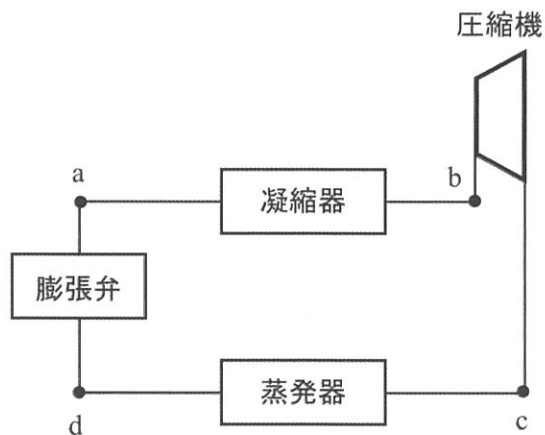

図 1-1
I. 図 1-1 に示すような膨張弁以外では損失がない理想的な蒸気圧縮式冷凍サイクルについて考える. 図中のサイクル内の各位置 a , b , c , d の作動流体の熱力学的状態はそれぞれ一定であり, 凝縮器および蒸発器の出口は飽和状態である. また, 蒸発器の入口は湿り蒸気, 凝縮器の入口は過熱蒸気である. 簡単のため, 過熱蒸気は理想気体と近似し, ガス定数 R , 定圧比熱 c_p とする. 作動流体の比エントロピーは s , 比エンタルピーは h , 圧力は p , 温度は T とする.
- (1) このサイクルの $p-h$ 線図と $T-s$ 線図を, 作動流体の飽和液線, 飽和蒸気線とともに描き, 位置 a , b , c , d に対応する作動流体の状態を線図上に記せ.
- (2) 凝縮器内の過熱蒸気の温度 T を, 比エントロピー s を変数とする関数で示せ. なお, 導出過程を含めて示すこと. ただし, サイクル内の各位置 a , b , c , d の作動流体の温度 T と比エントロピー s は, a , b , c , d を添え字として, T_a や s_b のように記述すること.